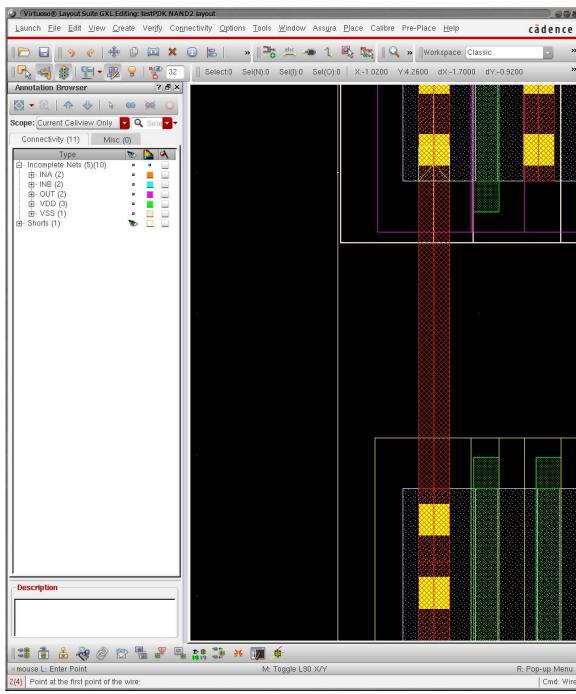

図 47: 配線のショート
4. 試しに、フライラインが表示されている先ではない間違った端子に配線をつないでみる。すると、図 47 に示すように、接続した箇所に点滅する黄色い表示が発生し、さらに、左側の Annotation Browser に Shorts という表示が追加され、レイアウト中に配線の Short 箇所があることが示される。(これらの機能は普通に Path を描いても同じように表示される。)